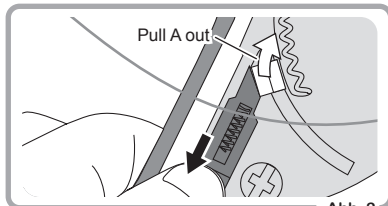

Abb. 2
- ② Ziehen Sie beim Herunterziehen des Hebels das Visier in Pfeilrichtung heraus, sodass eine Seite des Visiers vollständig abgenommen werden kann. (Abb. 2)